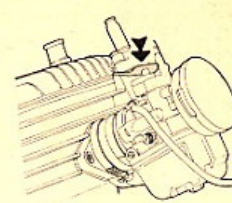

FIG. 2 Starter
- 4) Inserire la leva dello starter posta sul carburatore (fig. 2). A MOTORE CALDO LO STARTER NON VA MAI INSERITO. Quindi procedere come segue: